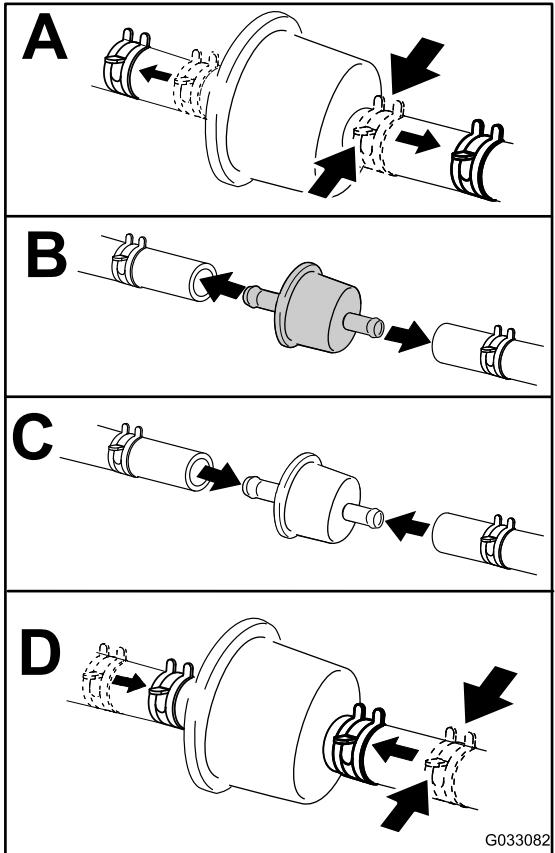

Figura 42
3. Cambie el filtro (Figura 42).